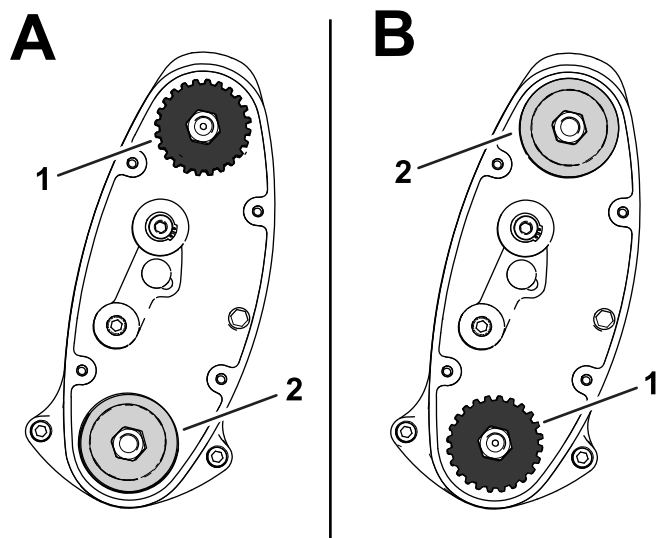

Figura 16
- **POSIZIONE alta:** "A" in Figura 16
- **POSIZIONE bassa:** "B" in Figura 16